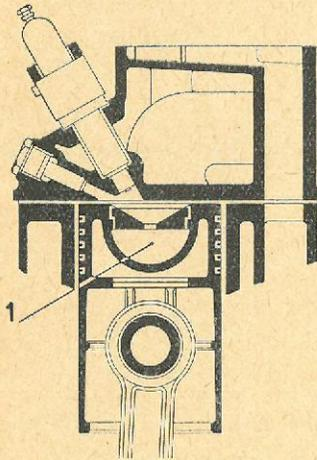

Fig. 1
ANTICHAMBRE RÉSERVE D'AIR (fig. 1) :
L'air est comprimé dans une chambre (1) et dans l'espace situé entre culasse et piston. L'injecteur ne débouche pas directement dans la chambre, appelée chambre réserve d'air. Celle-ci peut être logée soit dans le piston (cas de la fig. 1) soit dans la culasse.